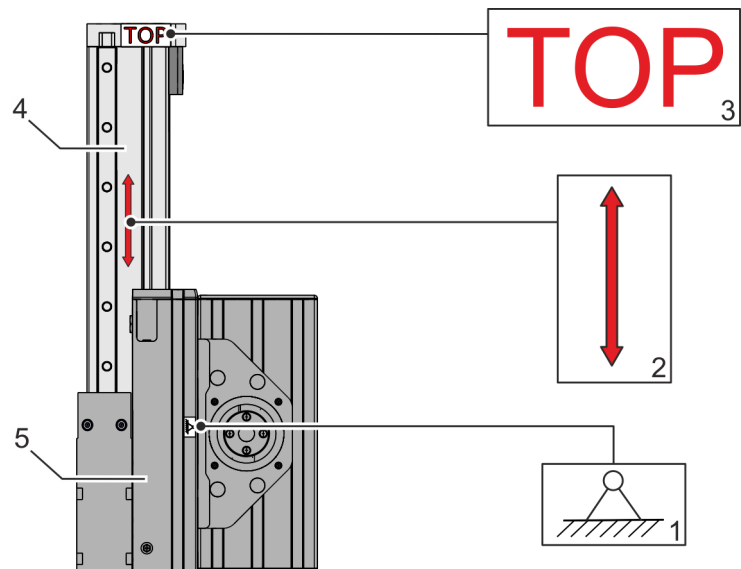

Abb. 16: Lineareinheit ausrichten
- 1.** Anhand der Schilder (Abb. 16/1 + 2) sicherstellen, welche Baugruppe (Abb. 16/4 + 5) am Untergrund montiert (als Festlager) oder verfahren (als Loslager) wird:
Der Führungsschlitten (Abb. 16/5) wird am Untergrund montiert.
Das Führungsprofil (Abb. 16/4) wird verfahren.
- 2.** Anhand des Schilds (Abb. 16/3) die Einbaulage der Lineareinheit sicherstellen.